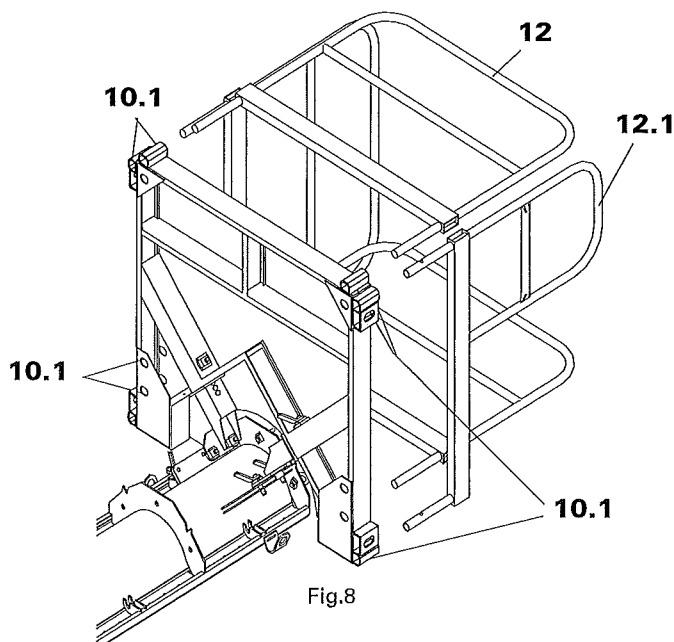

Fig.8
5. Inserire i parapetti di protezione **12** come pure il parapetto d'accesso **12.1** negli appositi alloggiamenti **10.1**. Ora la piattaforma è montata (fig. 8).